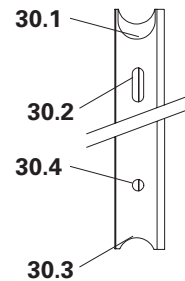

Fig. A5.01a
- Lato con semicerchio (30.3) e foro circolare (30.4). (Fig. A5.01a)